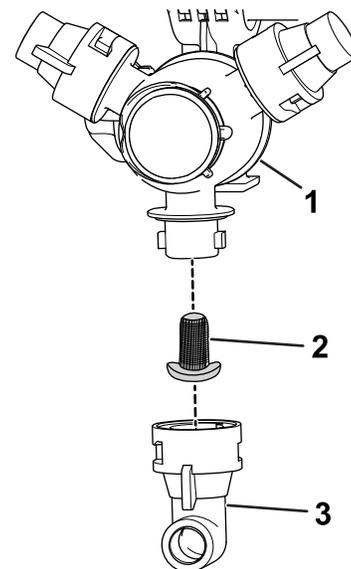

Bild 81
- Nehmen Sie die Düse vom Sprühdrehkreuz ab (Bild 81).
- Entfernen Sie den Düsenfilter (Bild 81).
5. Setzen Sie den Düsenfilter ein (Bild 81).
6. Setzen Sie die Düse auf das Sprühdrehkreuz auf (Bild 81).